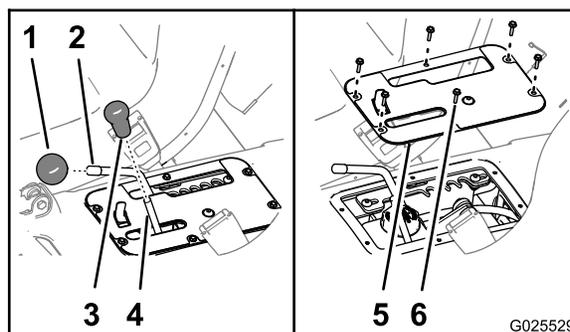

Figure 70
1. Enlevez le pommeau du levier de commande hydraulique et du sélecteur de gamme (Figure 70).
2. Retirez les 6 vis embase hexagonale qui fixent la plaque de protection de commande à la base du siège, et déposez la plaque de protection (Figure 70).
6. Alignez les trous de la plaque de protection sur ceux de la base du siège (Figure 70).
7. Fixez la plaque à la base au moyen des 6 vis à embase hexagonale (Figure 70) que vous avez retirées à l'opération 2.
8. Vissez les pommeaux sur la tige du levier de commande hydraulique et du sélecteur de gamme (Figure 70).
2. Enlevez le pommeau du levier de commande hydraulique et du sélecteur de gamme (Figure 70).
3. Retirez les 6 vis embase hexagonale qui fixent la plaque de protection de commande à la base du siège, et déposez la plaque de protection (Figure 70).
9. Alignez les trous de la plaque de protection sur ceux de la base du siège (Figure 70).
10. Fixez la plaque à la base au moyen des 6 vis à embase hexagonale (Figure 70) que vous avez retirées à l'opération 3.
11. Vissez les pommeaux sur la tige du levier de commande hydraulique et du sélecteur de gamme (Figure 70).